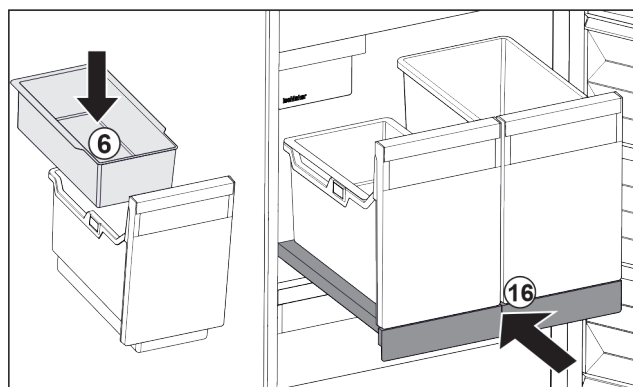

Fig. 124
- Installer le balconnet Fig. 124 (6) pour glaçons.
- Rentrer le compartiment coulissant avec le bac (IceTower). Fig. 124 (16)